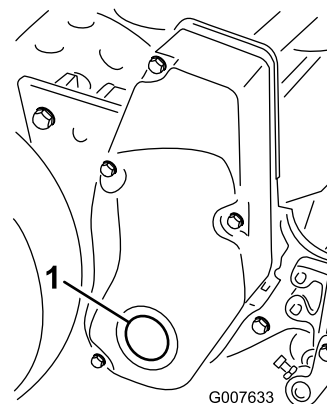

Figura 57
1. Rimuovete il tappo nella copertura dell'azionamento del cilindro destro (Figura 57).